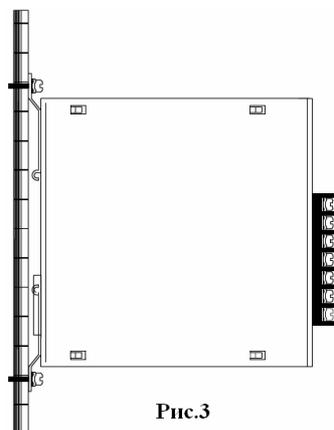

Рис.3
4. Для крепления на монтажную поверхность используйте дополнительную крепежную скобу в ходящую в комплект прибора. (Рис. 3)